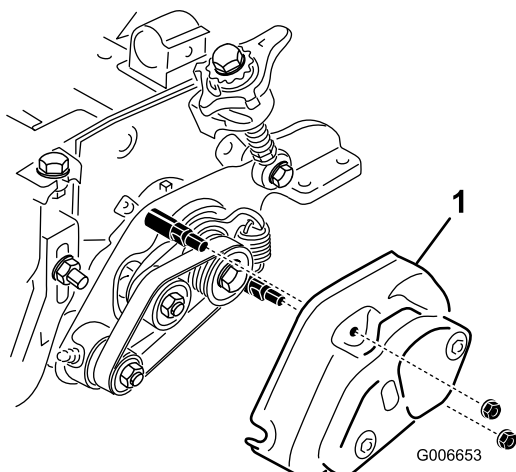

図 18
27. グルーマカバーを取り付けてフランジナット 5/16 インチ2個で固定する 図 18。